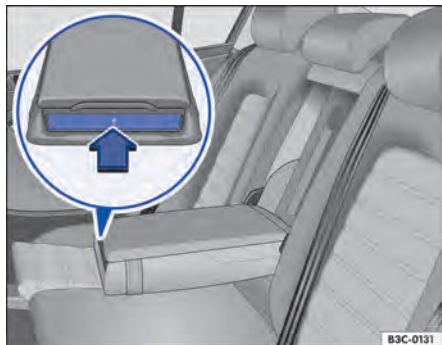

Fig. 125 No descansa-braço central traseiro: estender o porta-copos.
- Pressionar a parte dianteira do console central ⇒ Fig. 125 no sentido da seta. O porta-copos se estende.